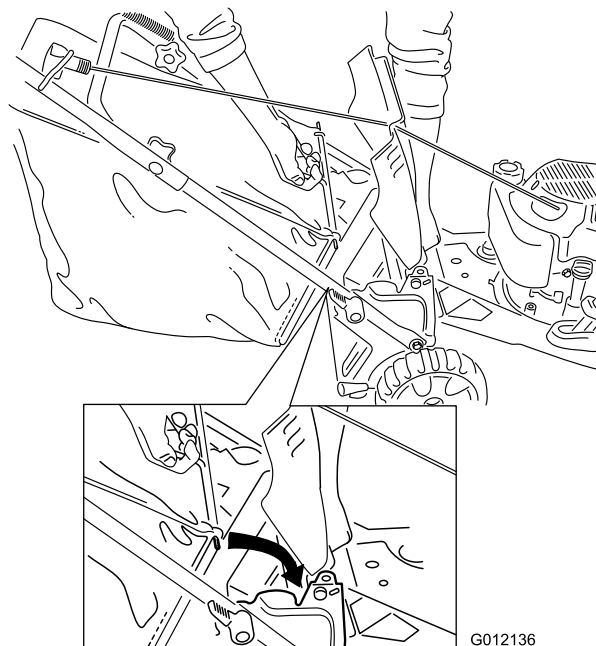

Figure 19
2. Soulevez et bloquez le déflecteur arrière, placez le bac dans les encoches et abaissez le déflecteur (Figure 19).